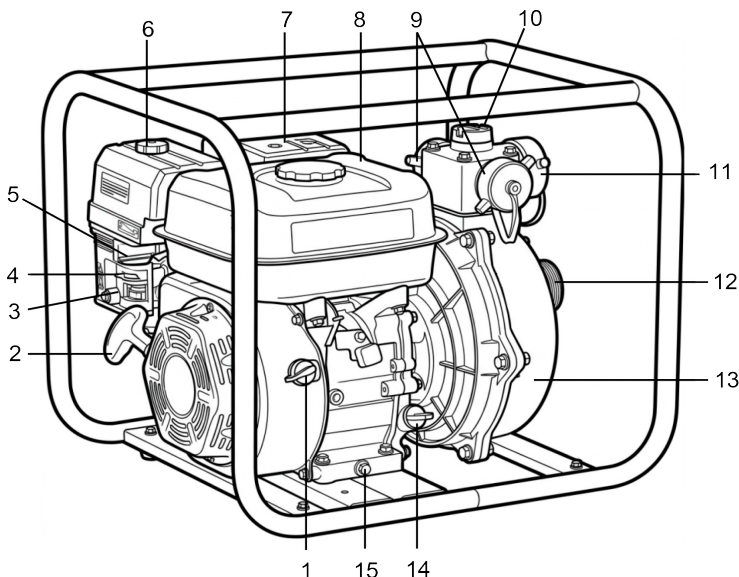

Рис. 1
3. Переведите выключатель зажигания (1) (Рис. 1) в положение «ON» (ВКЛЮЧЕНО).
4. Установите рычаг управления дроссельной заслонкой (5) (Рис. 1) в среднее положение.
5. Медленно потяните за рукоятку ручного стартера (2) (Рис. 1) до появления ощутимого сопротивления, затем энергично потяните её на себя. Не вытягивайте шнур стартера на всю длину. После запуска плавно верните рукоятку в исходное положение. Если двигатель не запустился после нескольких попыток, прекратите пуск и проверьте уровень топлива, положение органов управления и состояние свечи зажигания.